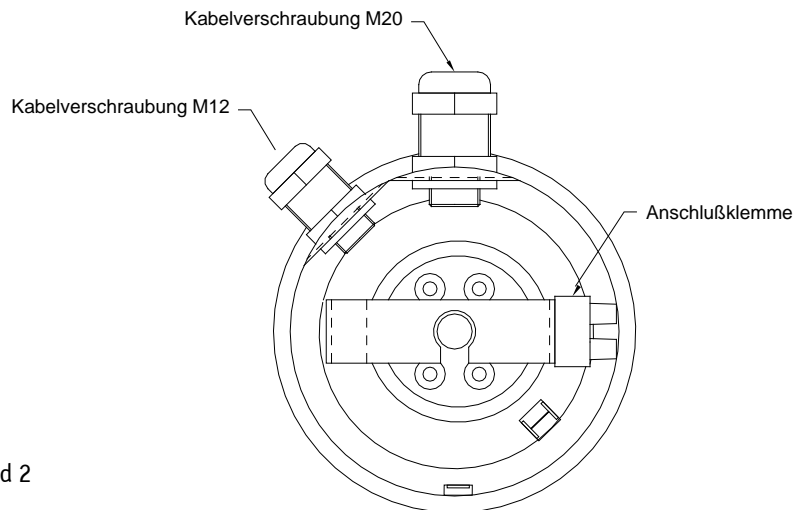

Bild 2
1. Den Temperatur-Regler am Einstellknopf auf gewünschte Temperatur einstellen;  $T = 30^{\circ}\text{C} - 85^{\circ}\text{C}$ , Frostschutzstufe (F) ein bei  $7^{\circ}\text{C} \pm 6\text{K}$ .
2. Der gewünschte Wert muss dabei auf die Sollwertmarkierung gerichtet sein (s. Bild 2).